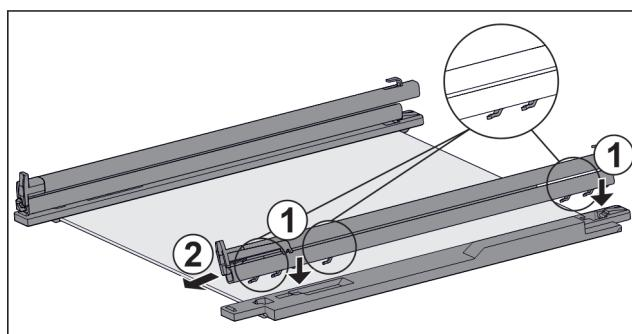

Fig. 120 带轨道和固定件的玻璃隔板
- ▶ 将轨道的挂钩放到左侧固定件的孔上。 Fig. 120 (1)
- ▶ 向前拉轨道。 Fig. 120 (2)
- ▶ 将轨道的挂钩放到右侧固定件的孔上。Fig. 120 (1)
- ▶ 向前拉轨道。Fig. 120 (2)